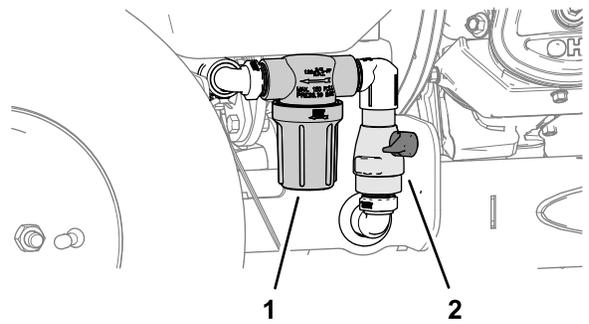

Figure 51
3. Placez un bac de vidange sous le filtre (Figure 51).
2. Tournez la manette de la vanne d'arrêt de la pompe de 90° dans le sens antihoraire à la position FERMÉE (Figure 51).
- Tournez la manette de la vanne d'arrêt de la pompe de 90° dans le sens horaire à la position OUVERTE (Figure 51).